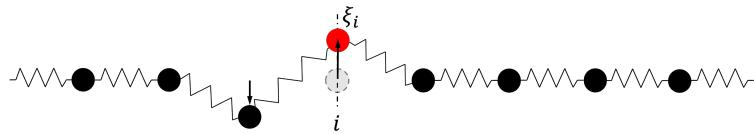

图 12. 横波的弹簧-质点链模型
2. 横波 除了纵波之外，弹性体内部还可以传播横波 (S-wave)，又叫做剪切波 (shear wave)。如图 12 所示，1 维弹簧链中，质点可以垂直于链的方向运动。根据牛顿第二定律，第 i 个质点的垂直位移，